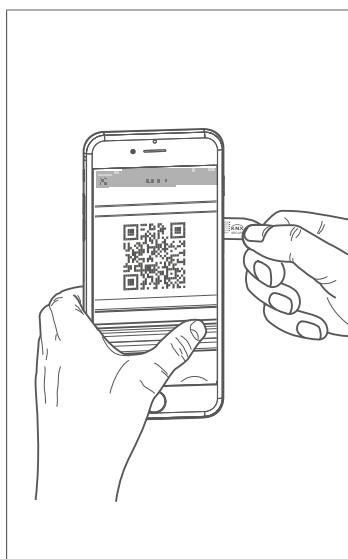
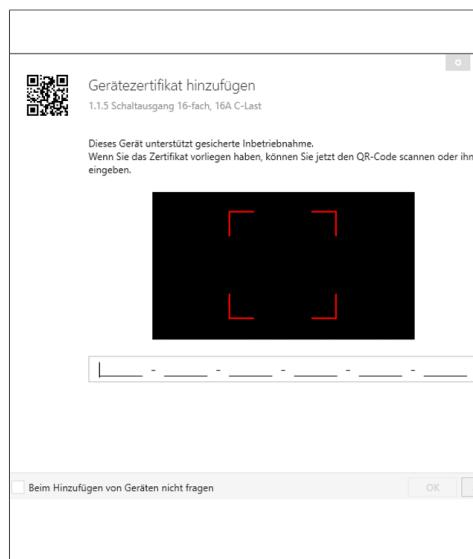

Fig. 10: Scansione del codice QR
Fig. 11: Inserire il codice QR manualmente
- ① Attivare la modalità di messa in servizio KNX sevure in ETS.
- ② Inserire il certificato del dispositivo (codice QR) (Bild 11), scansionarlo (Bild 10) oppure aggiungerlo al progetto in ETS.